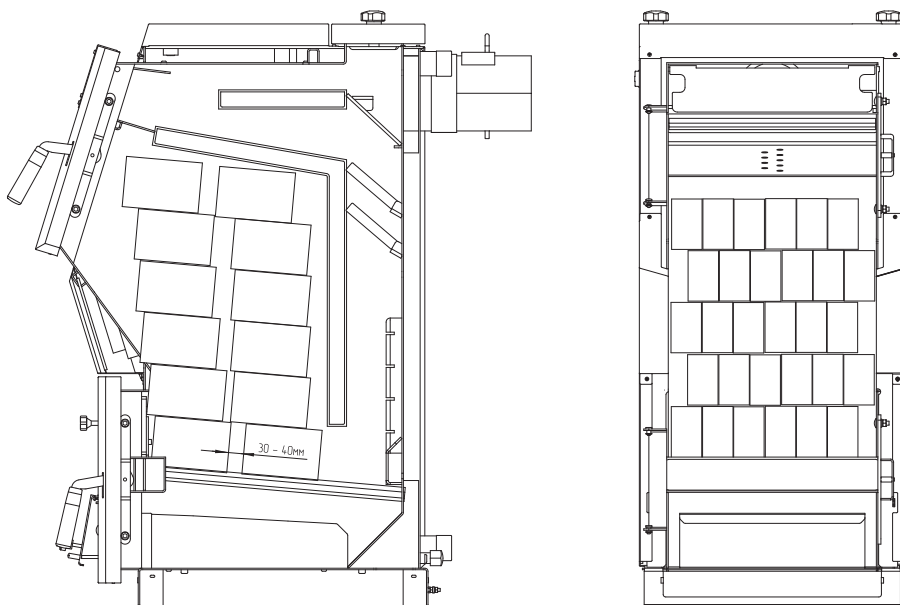
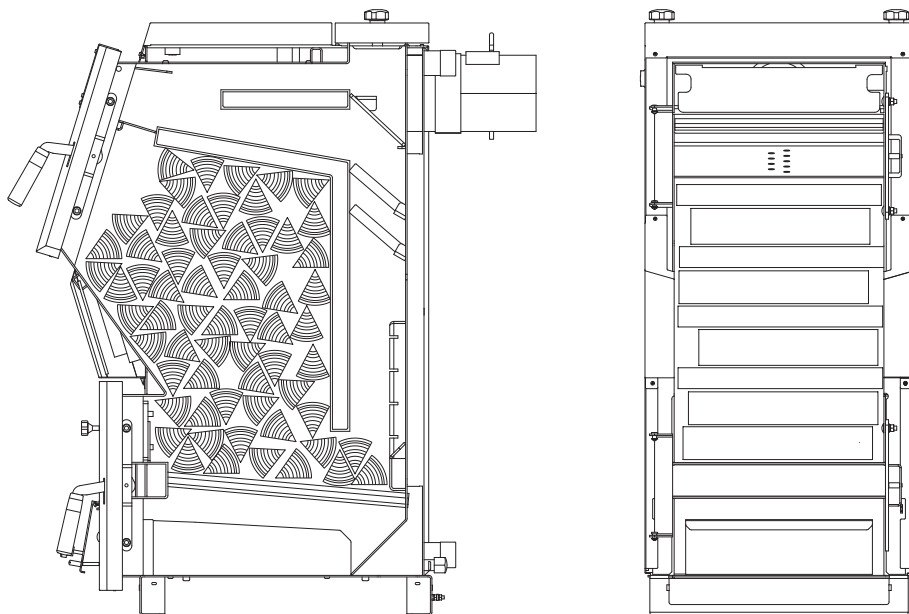
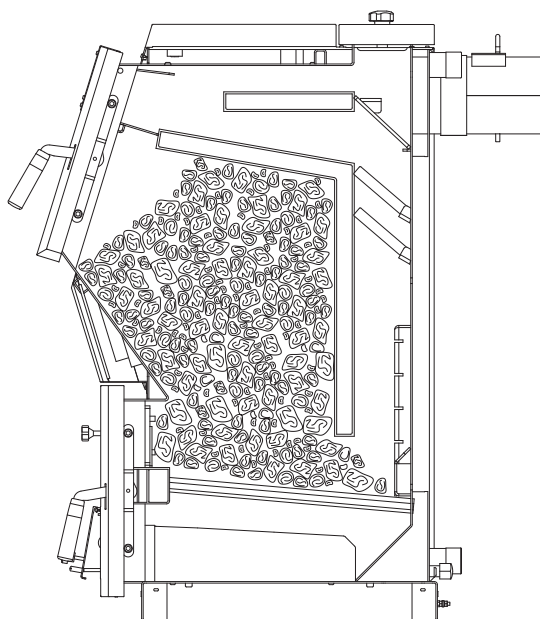

Рис.8 Схема загрузки котла древесными брикетами
Рис.9 Схема загрузки котла дровами
Рис.10 Схема загрузки котла углем
- Заполните топку котла топливом, равномерно распределяя его по всему объему в соответствии **Рис.8, Рис.9, Рис.10**. После загрузки котла убедиться в отсутствии просыпания топлива на рамку загрузочной двери и отсутствии топлива возле загрузочной двери;
- Для загрузки новой порции топлива в котёл необходимо закрыть заслонку подачи воздуха (**Рис.1, поз.7**), открыть дверцу поддувальную (**Рис.1, поз.6**), произвести чистку колосников кочергой, произвести чистку зольного ящика, после чистки установить зольный ящик на место и закрыть дверцу зольную. Открыть дверцу загрузочную и заполнить топку котла топливом, равномерно распределяя его по всему объему в соответствии **Рис.8, Рис.9, Рис.10**;